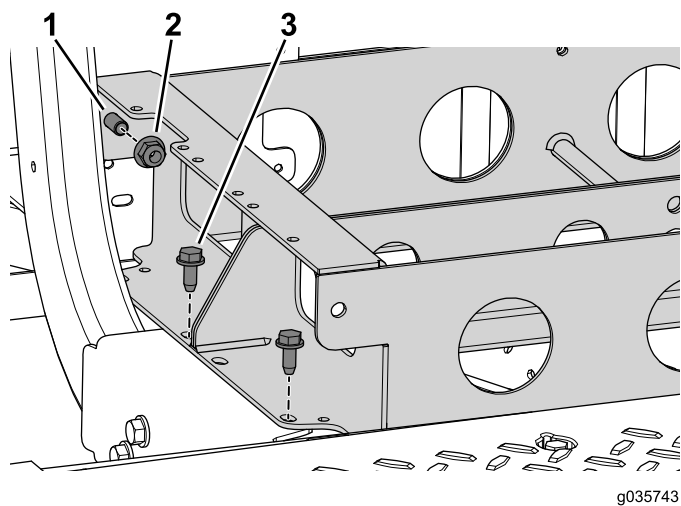

図 83
1. 前後のバッテリートレイを連結するフランジナット2個とボルトを使用する 図 83。
2. 前バッテリートレイを車体に固定するボルト3/8 x 1 インチ4本を使用する 図 83。